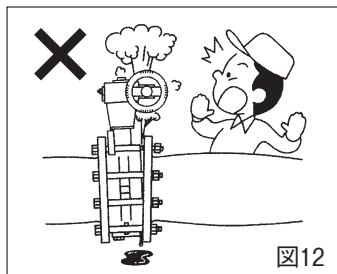

図12
V. バルブ定格以上の流体を流さないでください。モレ、破損等、事故の原因となります。(図12)